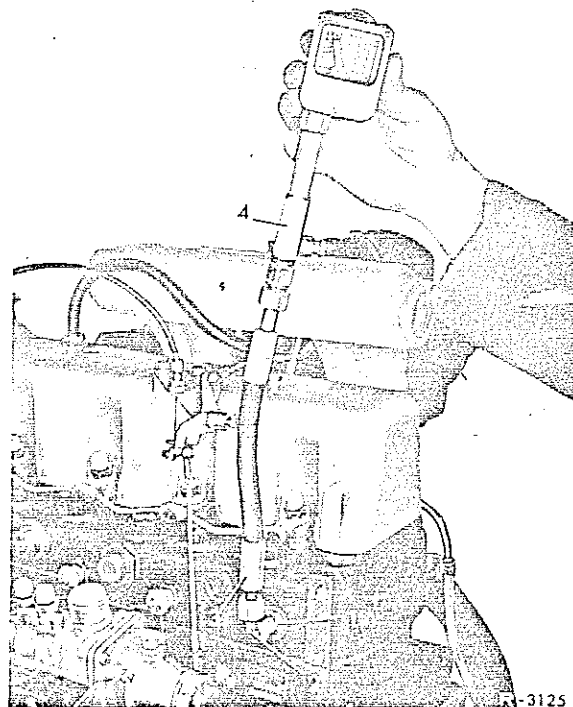

Fig.00-3/1
Draai de aansluitnippel (1) in de gloeibougieboring van de te controleren cilinder (fig.00-3/1). Zet de aansluitnippel goed vast, zodat deze niet kan lekken. Voor het opmeten van de tweede en derde cilinder moet op de aansluitnippel (1) een extra tussenstuk (2) met de wartelmoer worden vastgezet.